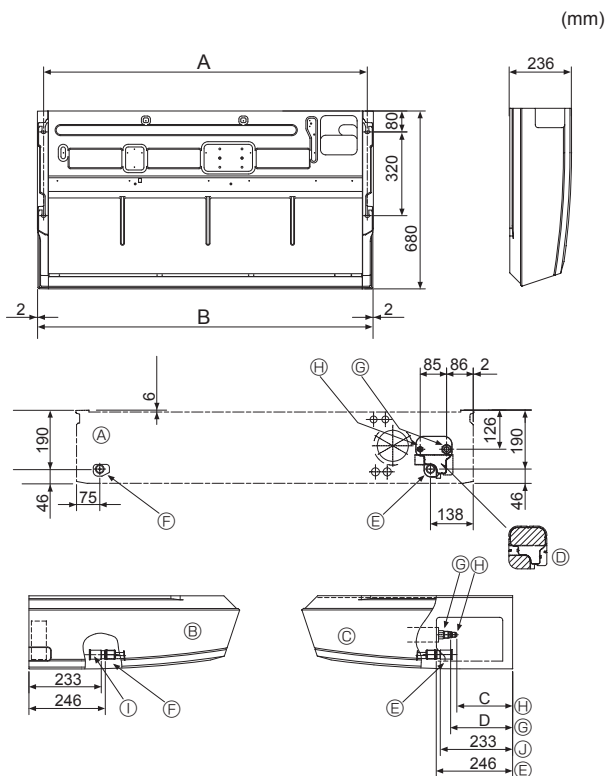

Fig. 3-2
3.2. Förberedelser för installation (Fig. 3-2)